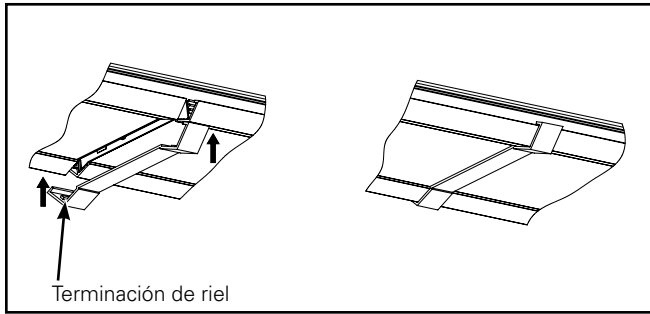

Figura 14.
- Quite la película protectora de la guía de onda. Instale la terminación suministrada entre las guías de onda. (Figura 14.)